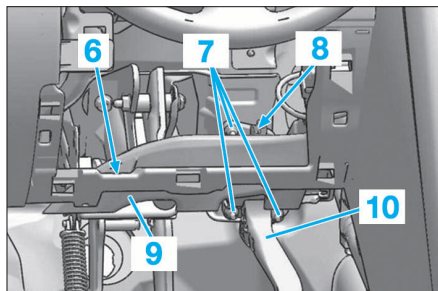

FIG. 23
- Décliper les verrouillages (1).
- Déposer la vis (4) et sa plaquette (2).
- A l'intérieur du véhicule, débrancher le connecteur (8) de la pédale d'accélérateur (10) (Fig.23).